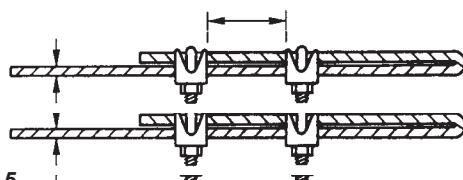

Figure 5
5. Ce ventilateur est équipé d'un câble de soutien de secours nécessaire. Il peut être fixé à la structure de poutre et accroché solidement d'une façon telle qu'il puisse supporter le poids du ventilateur dans l'éventualité où le crochet de fixation ou une autre partie casse. Après avoir enroulé le câble autour d'une partie de structure pouvant supporter 137 kg, fixez ce câble avec les serre-câbles fournis comme illustré en Figure 5 (REMARQUE : Tout matériel additionnel nécessaire pour des installations spécifiques peut être acheté chez votre distributeur local).
IMPORTANT CONSEIL : Il est important de remarquer la bonne position d'installation des serre-câbles comme illustré en Figure 5. Pour obtenir la meilleure force de maintien, installez la section étrier de l'attache en fin de câble ou sur sa petite partie, en chevauchant le grand morceau du câble. Une installation incorrecte réduit l'efficacité du raccordement jusqu'à 40%.